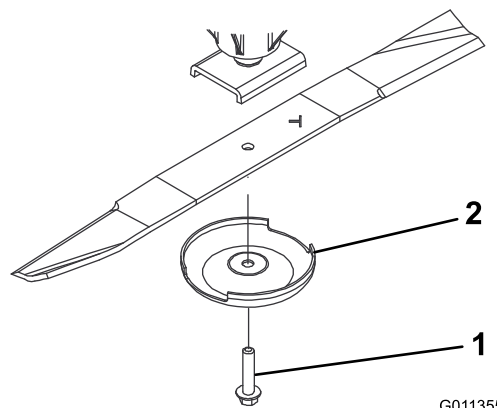

Figura 103
3. Retire o parafuso da lâmina, o recipiente antidanos e lâmina do eixo (Figura 103).